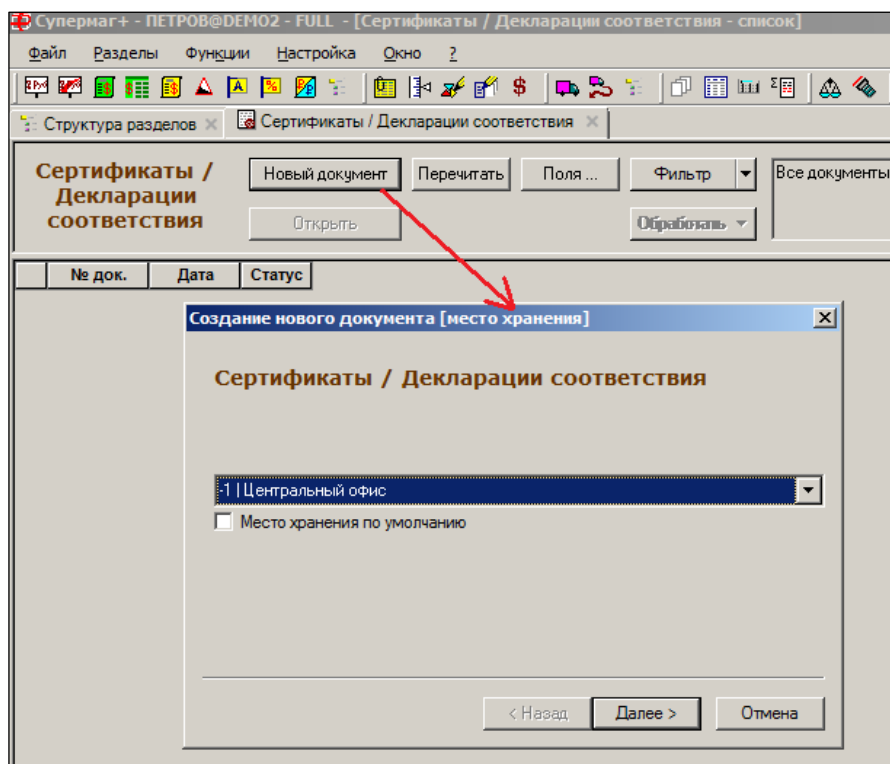

Рисунок 111 – Создание сертификата (1)
2. Указать место хранения, от имени которого создается данный сертификат (Рисунок 111):